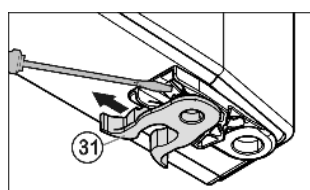

Fig. 7
- ▶ Снимите пробку (21).
- ▶ Открутите (26) опорный кронштейн (25).
- ▶ Полностью выкрутите установочный винт (40) и вкрутите на противоположной стороне на нижнем опорном кронштейне, чтобы он был заподлицо с этим кронштейном.
- ▶ Открутите (29) опорную деталь (28) и, переставив в отверстие на противоположной стороне опорного кронштейна, снова прикрутите.
- ▶ Переставьте пробку (21) в свободное отверстие.
- ▶ Выкрутите болт (27) и переставьте его на противоположную сторону.
- ▶ Снова прикрутите опорный кронштейн (25) на новой стороне шарнира (с моментом 4 Нм). При необходимости используйте аккумуляторный шурупверт.
- ▶ Снова закрутите опорный палец (22) с шайбой.
- ▶ Затяните установочный винт (40).
- ▶ переставить пружинный зажим Fig. 7 (31): Нажать вниз язычок защелки, снять с него пружинный зажим.